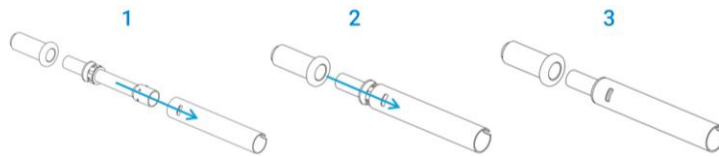

Figure 12 Vue illustrée présentant le remontage de l'ensemble de tubes externes en céramique
1. Insérez délicatement le tube intermédiaire dans le tube externe en céramique jusqu'à ce qu'il atteigne l'adaptateur en polymère. Reportez-vous à la Figure 12.